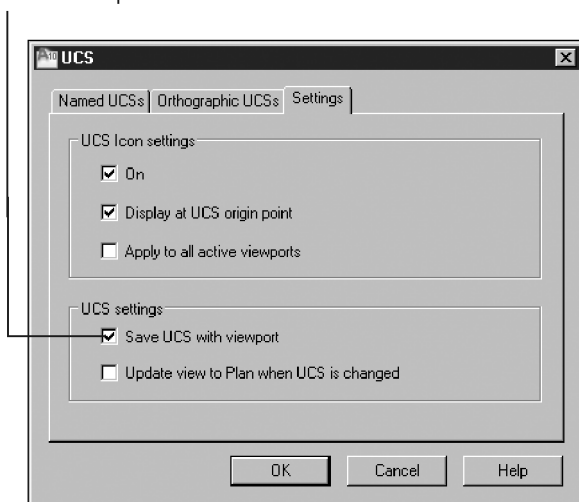

Рис. 7.12. Сохранение ПСК на видовом экране
3. Установите флажок **Save UCS with viewport** (Сохранять ПСК с ВЭкраном) (рис. 7.12) и щелкните кнопку **OK** для выхода из диалогового окна.